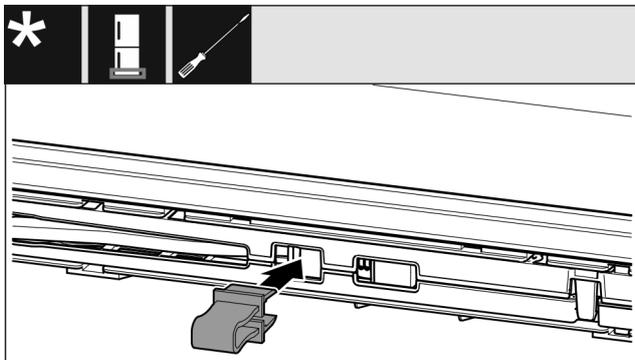

Fig. 12
- ▶ Sicherung in Öffnung einrasten Fig. 12 ().